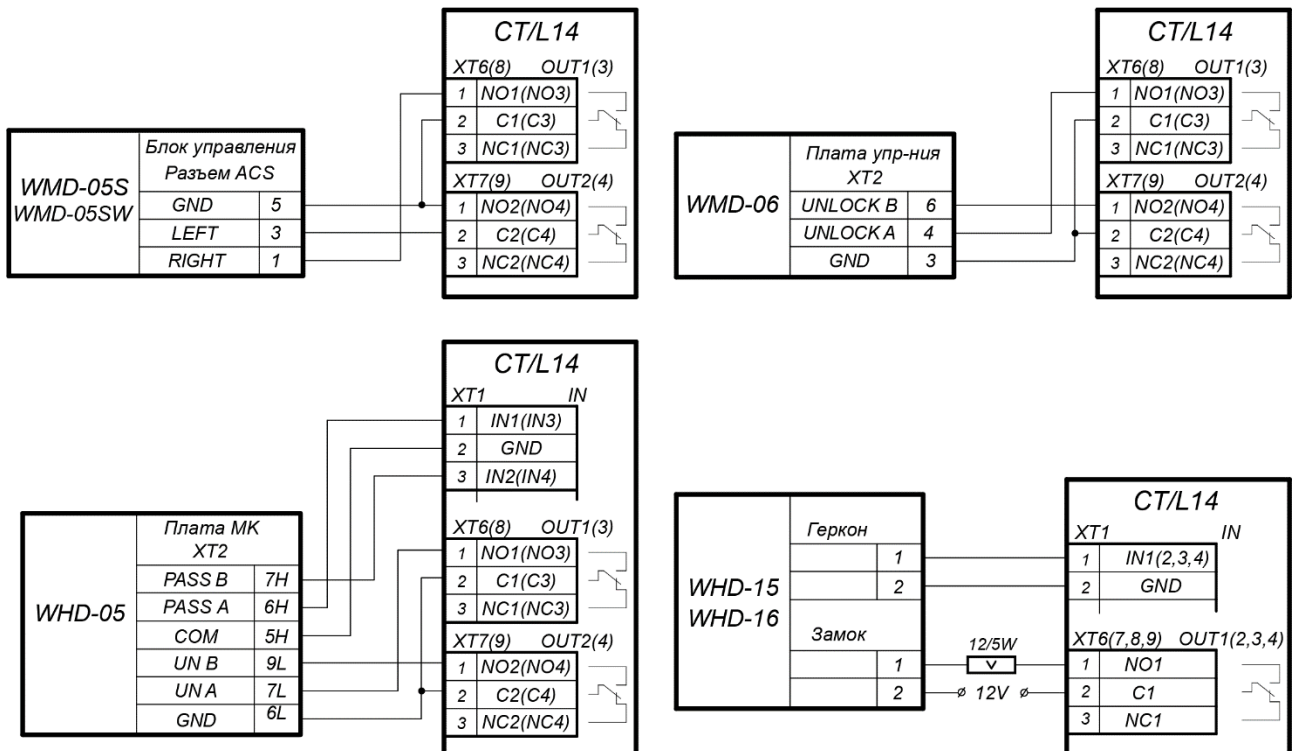

Рисунок 8. Схемы подключений калиток
4. Калитка (блок управления калиткой) №1 подключается к клеммным колодкам **XT1**, **XT6**, **XT7** нижней платы контроллера в соответствии со схемой для данного типа калитки (см. рис. 8).
5. Калитка (блок управления калиткой) №2 подключается к клеммным колодкам **XT1**, **XT8**, **XT9** нижней платы контроллера в соответствии со схемой для данного типа калитки (см. рис. 8).